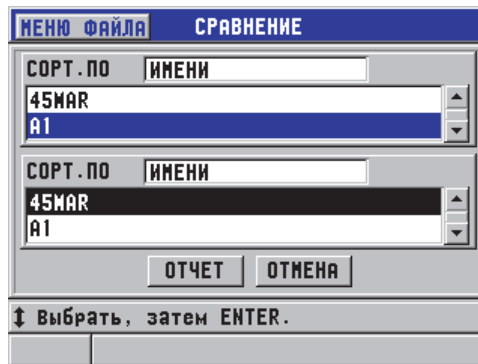

Рис. 6-42 Экран отчета СРАВНЕНИЕ ФАЙЛОВ
5. В окне **СРАВНЕНИЕ ФАЙЛОВ** (см. Рис. 6-42 на стр. 140):